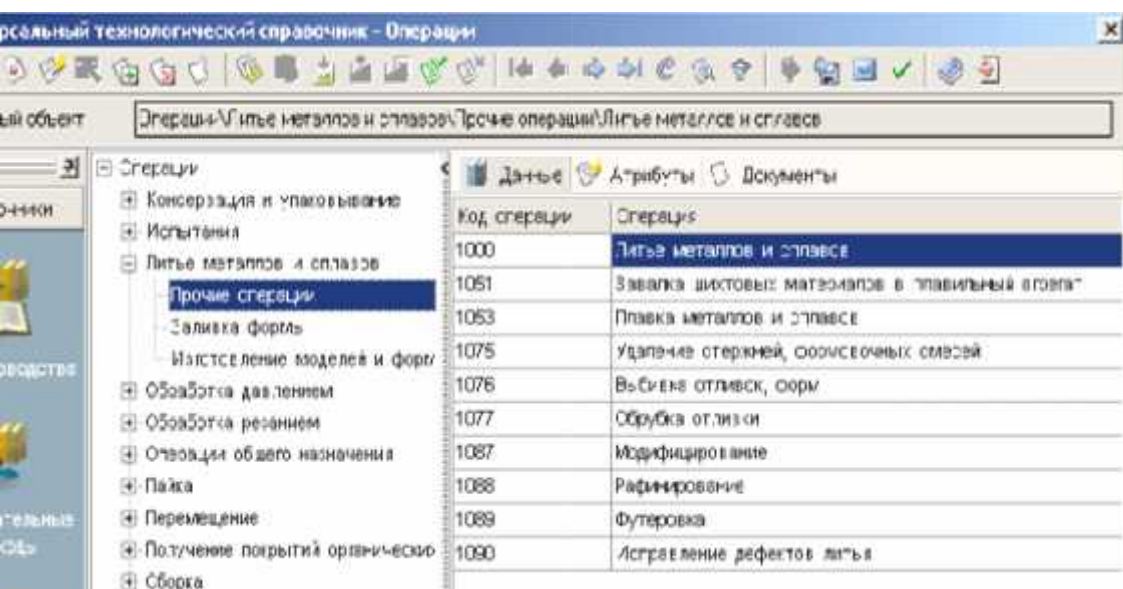

Рис.1.3
9. Для заполнения дерева ТП необходимо установить курсор в окне дерева ТП на названии детали, затем нажать правую кнопку мыши и выбрать «Добавить операцию». В открывшемся окне справочника операций последовательно выберите Операции – Литье металлов и сплавов – Прочие операции – Литье металлов и сплавов (рис.1.3) и нажать кнопку Применить.